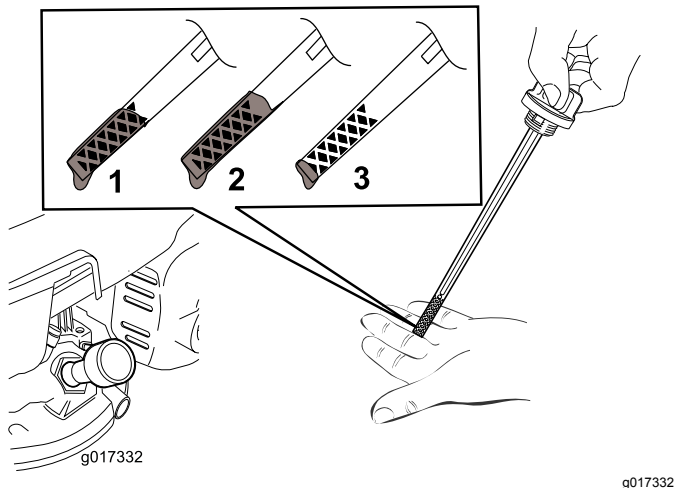

图21
**注意** 向发动机曲轴箱添加机油、直到量油尺显示机油油位达到 (图21) 中所示的正确位置。如果发动机加注机油过多、则需要按照 5 的说明、去除多余机油。